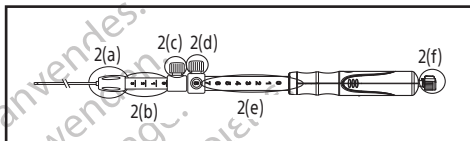

Figura 2.
2. Compruebe que la aguja esté totalmente retraída y que el bloqueo de ajuste de la aguja [figura 2(d)] esté fijado en la posición cero [figura 2(e)].
3. Determine la longitud adecuada de la vaina respecto a la del ecoendoscopio. Utilice el bloqueo de ajuste de la vaina [figura 2(c)] para establecer la longitud deseada de la vaina y fijarla en su posición. Gire el bloqueo de ajuste de la vaina hacia la derecha para fijar la vaina en su posición. El extremo distal de la vaina debe ser visible en la imagen endoscópica.
Nota: Los números de referencia y las marcas en el indicador de ajuste de la vaina [figura 2(b)] solo se muestran como orientación.
6. Siga haciendo avanzar el dispositivo hasta que salga del ecoendoscopio y la vaina se pueda ver en la imagen endoscópica. Apriete la conexión luer [figura 2(a)] girándola en el sentido de las agujas del reloj para acoplar el dispositivo al puerto del canal de trabajo del ecoendoscopio.
Nota: Si es necesario ajustar la longitud de la vaina, afloje el bloqueo de ajuste de la vaina [figura 2(c)] y vuelva a colocarlo con el punto de referencia adecuado.
8. Ajuste la profundidad de penetración de la aguja a la posición deseada mediante el bloqueo de ajuste de la aguja [figura 2(d)]. Para controlar la profundidad de la penetración de la aguja en el objetivo, afloje el bloqueo de ajuste de la aguja girando el mando en el sentido contrario al de las agujas del reloj. Alinee el bloqueo de ajuste de la aguja con el número de referencia adecuado en el mango del dispositivo. Para fijarlo, gire el bloqueo de ajuste de la aguja hacia la derecha.
Nota: Los números de referencia del indicador de profundidad de la aguja [figura 2(e)] solo se muestran como orientación. Los números de referencia representan la extensión de la aguja (en centímetros) cuando el dispositivo está en posición recta.
10. Extraiga el estilete [figura 2(f)] del puerto de aspiración del dispositivo aflojando y tirando suavemente de este para sacarlo del mango del dispositivo.
Nota: El estilete se puede enrollar y sujetar mediante el mecanismo de presilla de la tapa del estilete [figura 2(f)]. El estilete debe guardarse para realizar introducciones adicionales de la aguja durante un mismo procedimiento.
12. Conecte la jeringa suministrada al puerto de aspiración [figura 2 (f)] del mango del dispositivo.